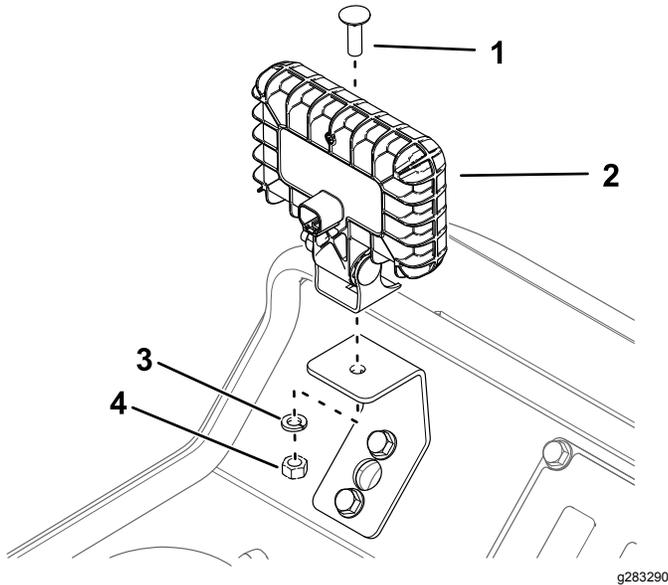

Figura 4
1. Tornillo autorroscante (2)
3. Retire el perno, la arandela y la tuerca de una luz y utilícelos para sujetar la luz al soporte (Figura 4).